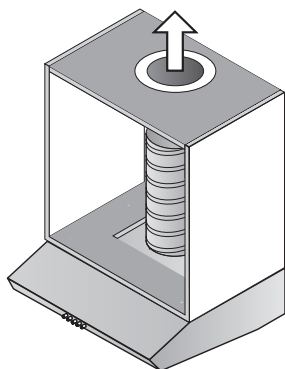

Рис. 5
- закрепить на нем короткий воздухопровод и вывести другой его конец в отверстие сделанное в верхней части шкафа, и зафиксировать (Рис. 5).